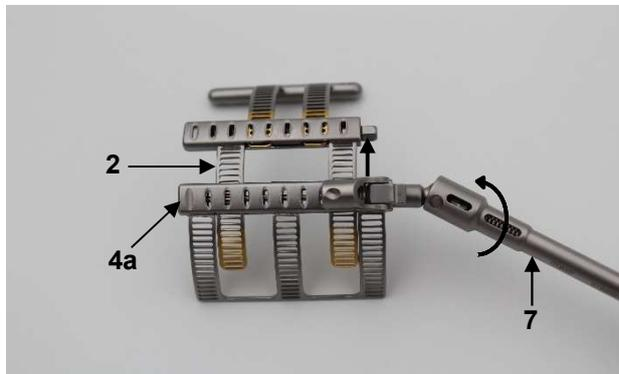
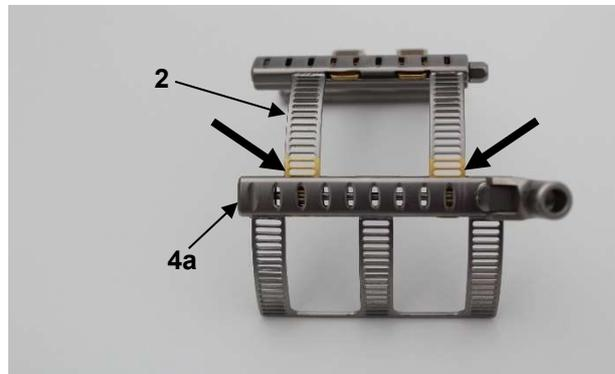

Fig. 3a
Fig. 3b
Estendere quindi l'elemento primario (2) con il Kardan cacciavite LMT-4 (7). A tal fine, ruotare in senso orario la vite a testa esagonale sul modulo a scatola dell'elemento base (4a) utilizzando il Kardan cacciavite LMT-4 (7) (Fig. 3a). Estendere l'elemento primario (2) solo fino a quando i primi due fori dorati sono visibili dal modulo a scatola (4a) (vedere Fig. 3b).